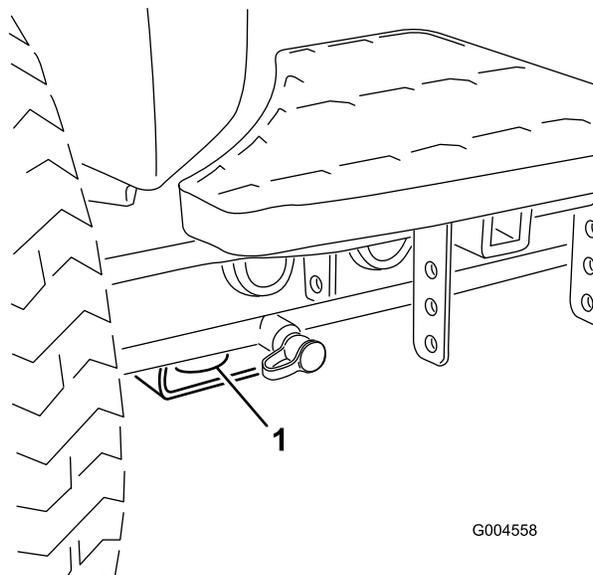

Figura 44
- Dianteira – o orifício na pastilha retangular, por baixo do tubo do eixo, dentro de cada pneu dianteiro (Figura 44).